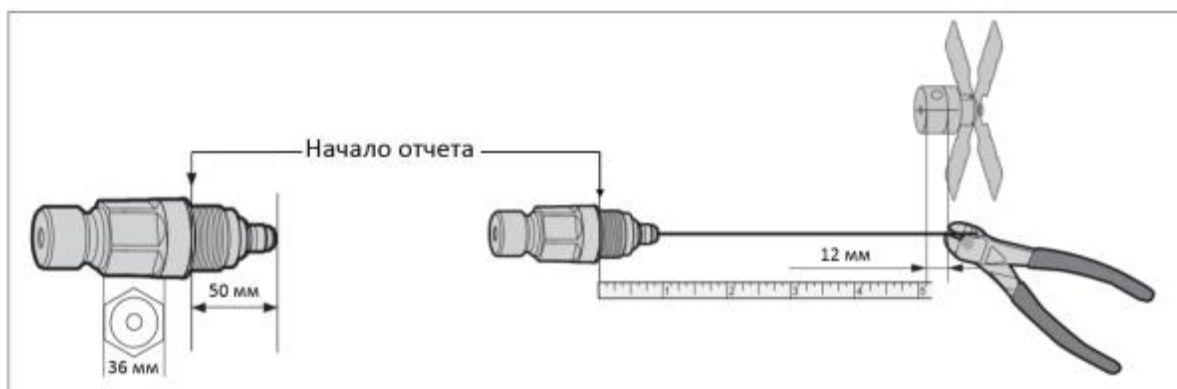

Рис. 6 Регулировка измерительной части
За точку начала отсчёта всегда принимается точка на штуцере механического соединения уровнемера (см. рис. 6) для измерения и определения:
Следуйте данной инструкции и см. рис. 6 и 7:
3. Отмерьте необходимую длину троса, чтобы определить место, в котором его необходимо отрезать. Измерение необходимо производить от точки начала отсчёта (рис. 6). Отрежьте трос в определённом месте.